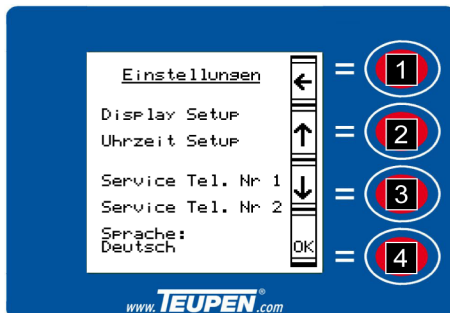

Fig. 66: Paramètres
1. → Sélectionner un sous-menu avec les [touches de fonction] (Voir la Fig. 66/2 et 3).
2. → Accéder avec la [touche de fonction] (Voir la Fig. 66/4) au sous-menu sélectionné.
3. → Retourner au [menu principal] avec la [touche de fonction] (Voir la Fig. 66/1).